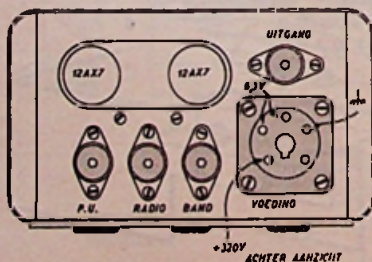

Fig. 9 - DE ACHTERZIJDE van de voorversterker
het op de basisplaat (4), waarna de onderlinge verbindingen worden gemaakt. Vervolgens worden de potmeters gemonteerd (fig. 4) op het frontplaatje (1), dat we reeds van te voren hebben bewerkt. (Beitsen, schoonmaken met spiritus, letters optekenen met O.I. inkt en tenslotte vernissen). Dan monteren we het klankregelnetwerk met stevige stukjes montagedraad aan de potmeters. Het geheel gemonteerde frontplaatje (1) kan nu samen met de beugel (7) voor de instelpotmeter R_4 op de basisplaat worden gemonteerd (R_4 bedraden volgens fig. 3) waarna we tenslotte weer de onderlinge verbindingen kunnen maken. Nu wordt 't afschermplaatje (6) tussen de delen (1) en (5) geschoven en met het chassis verbonden (zie ook afb. 6 en 7). Daarna de achterkant (3) monteren en verbinden (fig. 9).